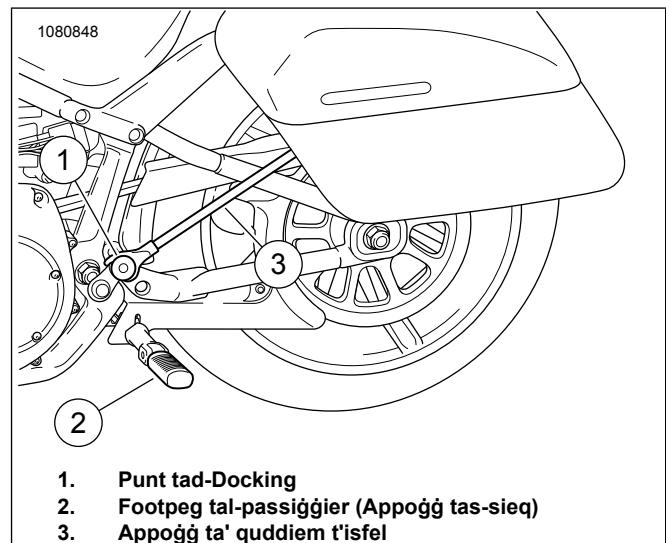

Figura 5. Appoġġ u Docking ta' Quddiem t'Isfel
Ara Figura 5 . Installa I-komponenti tal-punt tad-docking fuq l-appoġġ ta' quddiem t'isfel qabel tinstalla l-appoġġ ta' quddiem t'isfel fuq il-vettura. Kun żgur li l-ispacers u l-punti tad-docking iż-żgħar ikunu allinjati qabel ma tkompli.
- Ara Figura 5 . Installa I-bracket tal-punt tad-docking fuq il-frejm bil-punt tad-docking iħares 'il barra, billi tallinja t-talja fil-bracket mal-iskorfinha tal-pern tal-iswingarm.